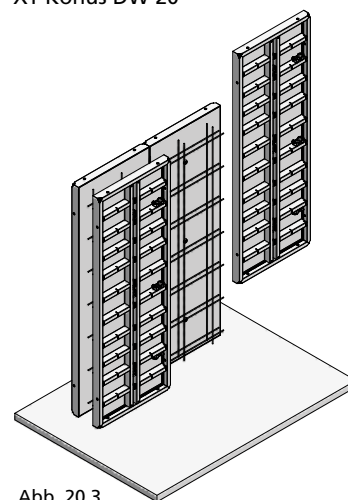

Abb. 20.3
3. Schließschalungselement stellen (Abb. 20.3).